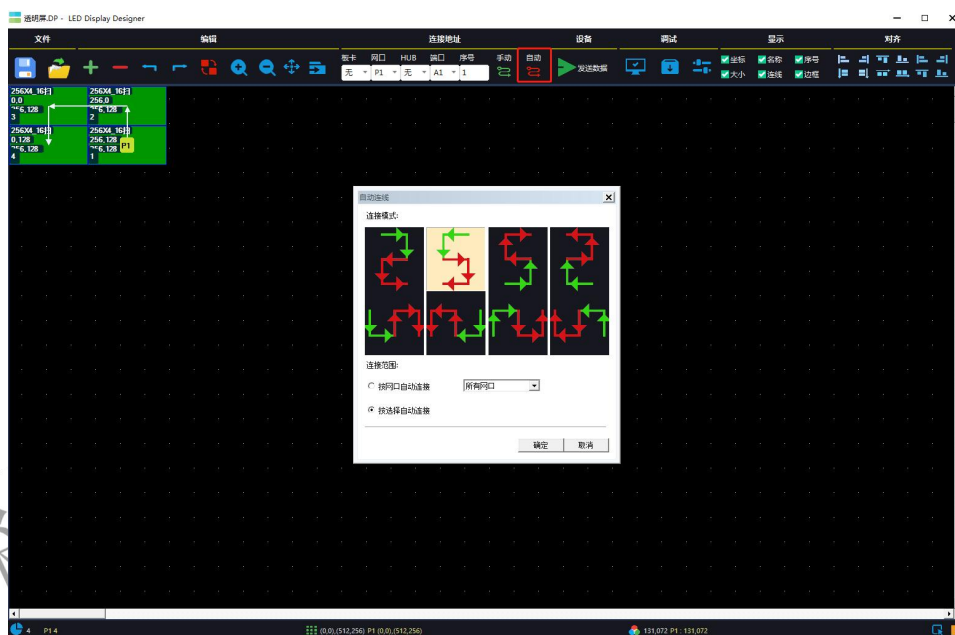

图 4-3-9 网线自动连接设置图
(2) **自动设置**：单击“自动”按钮，进入网线自动连接界面。当箱体排列较规则（矩形排列）时，可选用自动连接设置，如图 4-3-9 所示。